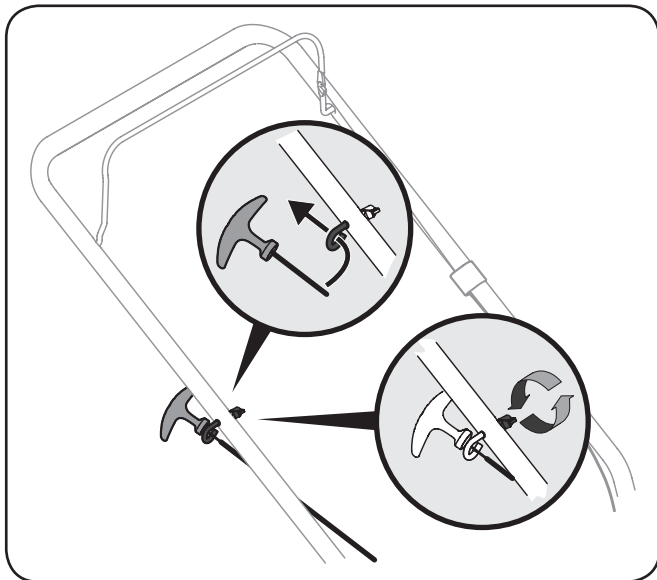

Figura 3-3
3. Enhebre la cuerda a través del perno de ojo. Consulte la Figura 3-3.